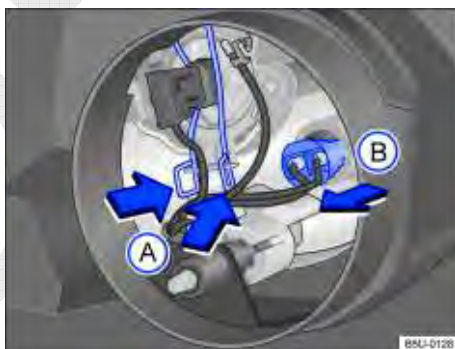

Fig. 179 Acesso à lâmpada incandescente do farol alto / luz de posição.
5. Comprimir ambos os lados da mola de travamento separadamente ⇒ Fig. 179 setas (A) contra a lâmpada, deslocar a mola para destravar a lâmpada.
4. Remover o soquete ⇒ Fig. 179 (B) no sentido da seta.